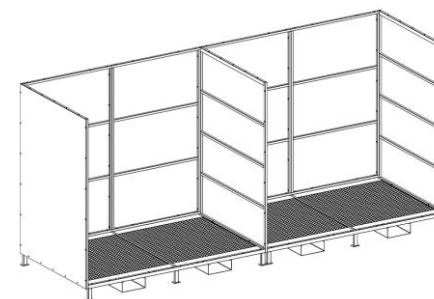

рис. 4
5.4. Присоединить оставшиеся заднюю и боковую стенки идентично п. 5.2. (рис. 4).